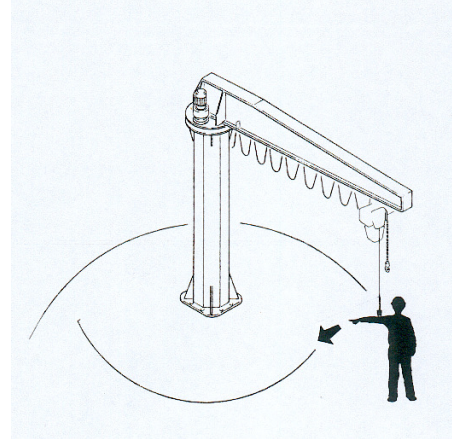

fig.12
- Verificare l'idoneità degli spazi di manovra (rotazione) a disposizione della gru a bandiera, soprattutto se opera in aree in cui sono presenti altre gru o altre macchine operatrici (fig.12);